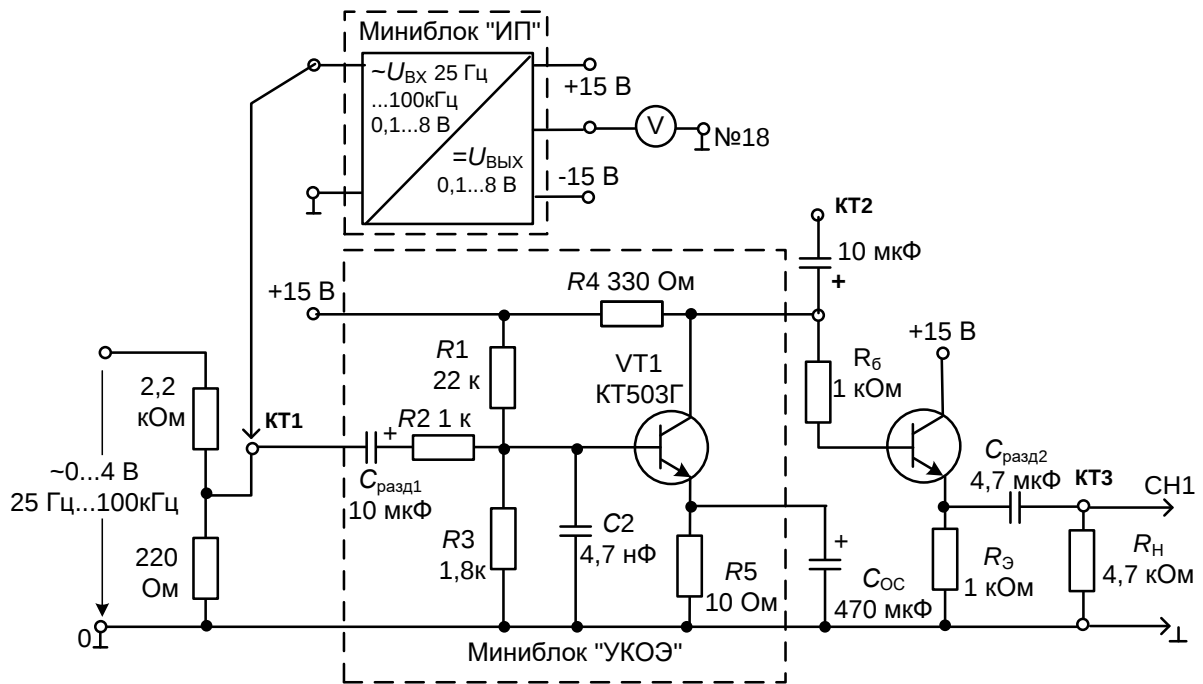
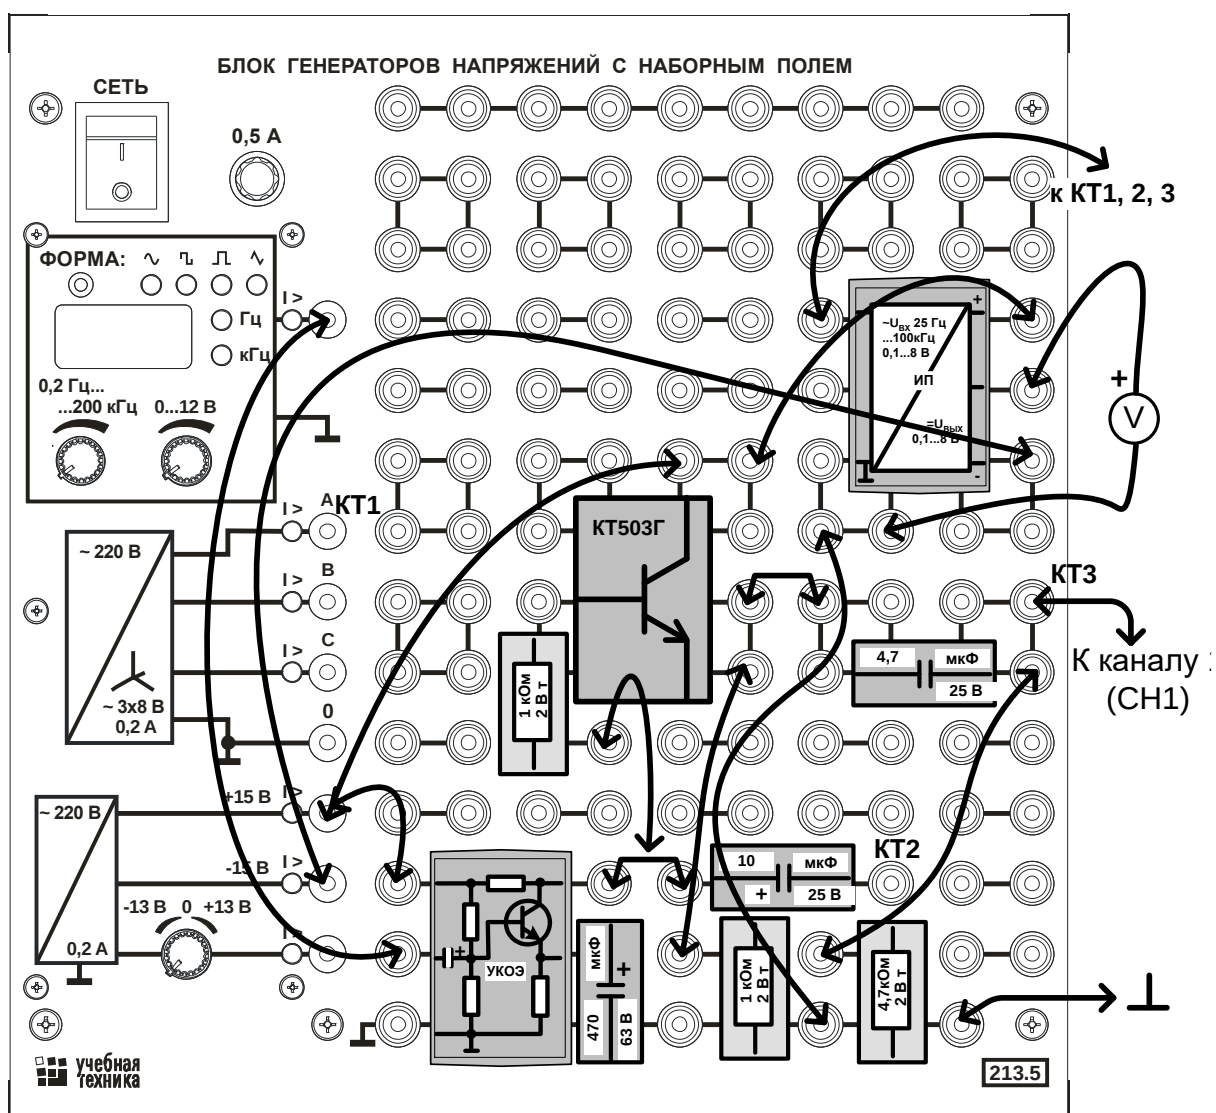

Рис. 7.2. Принципиальная схема двухкаскадного усилителя.
Рис. 7.3. Монтажная схема.
Принципиальная схема исследуемой установки изображена на рис. 7.2. Двухкаскадный усилитель состоит из миниблока «Усилительный каскад с общим эмиттером» и эмиттерного повторителя, собранного на транзисторе. Разделительный конденсатор $C_{\text{разд1}}$, встроенный в миниблок на входе усилителя, позволяет избежать влияния сопротивления источника сигналов на положение точки покоя транзистора, которая задаётся делителем $R1, R3$. Сопротивление на входе $R2$ служит для ограничения входного тока и вместе с шунтирующим конденсатором $C2$ – для подавления высокочастотных самовозбуждений. Резистор $R5$ образует отрицательную обратную связь для уменьшения коэффициента усиления и повышения температурной стабильности усилителя. Конденсатор $C_{\text{ос}}$, устанавливаемый снаружи миниблока, позволяет исключить отрицательную обратную связь для переменного напряжения и тем самым увеличить коэффициент усиления. При этом отрицательная обратная связь сохраняется для постоянного и низкочастотного сигналов. Разделительный конденсатор $C_{\text{разд2}}$ на выходе второго каскада усилителя служит для выделения переменного сигнала на нагрузке R_H .
- Соберите цепь согласно принципиальной схеме (рис. 7.2) и монтажной схеме (рис. 7.3). **При сборке схемы не перепутайте полярность электролитических конденсаторов!** Переведите переключатель рода сигналов генератора напряжений в положение «~» (синусоида) и установите частоту любую частоту от 1 до 10 кГц (переключатель диапазонов – в положении « $\times 10$ », в окошке счётчика – любое число от 100 до 999).